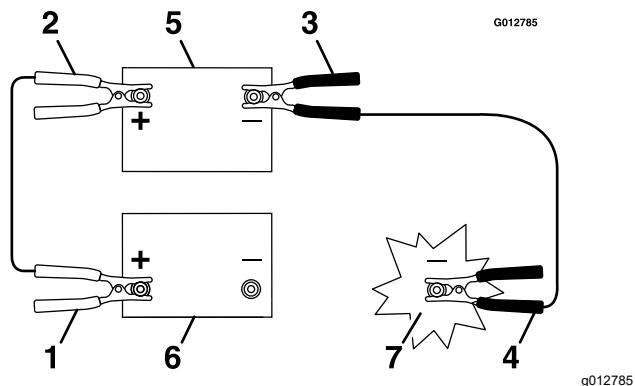

Figure 47
- Connectez le câble positif (+) à la borne positive (+) de la batterie à plat qui est reliée au démarreur ou au solénoïde, comme montré à la Figure 47.